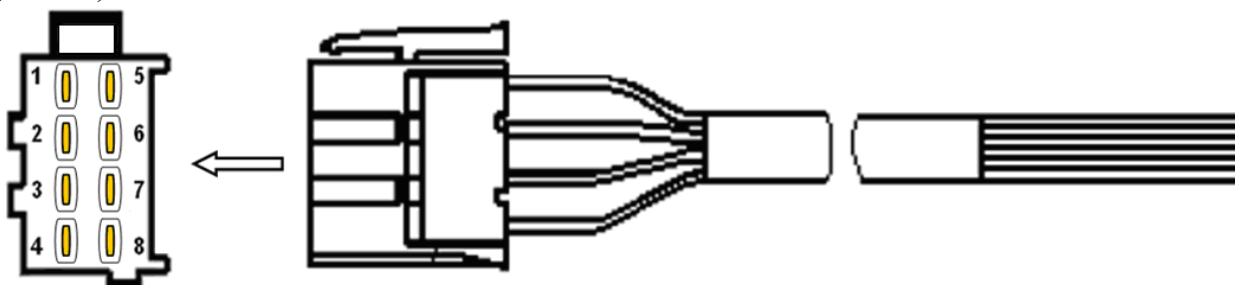

Рисунок 2 – Подключение разъема
2. Подключите автомобильные разъемы к разъемам на задней панели тахографа (Рисунок 2).